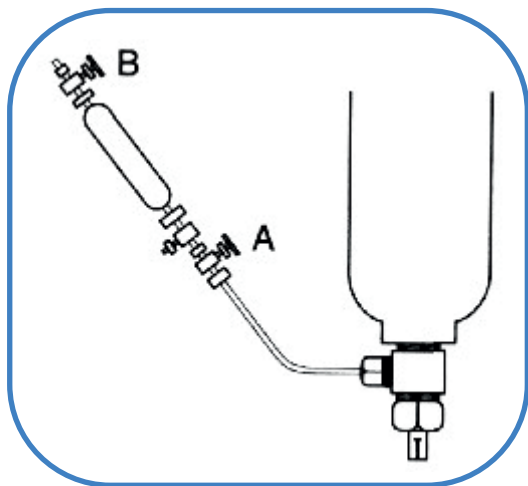

Figura 2: Obtención de muestra gas canister
- 4 Cierra la válvula A y la válvula en el canister. Pesa el recipiente de muestra y conecta la jeringa a la válvula B (**Figura 2**).